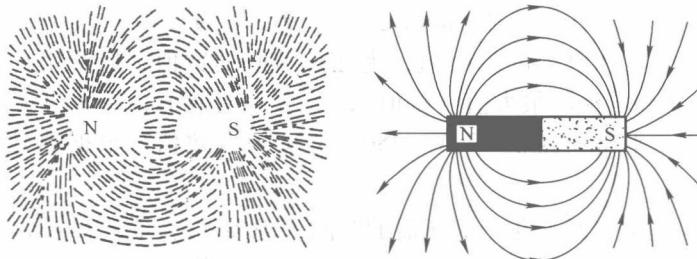

图 1-12 磁力线
3) 磁力线越密表示磁场越强，磁力线越疏，磁场越弱，如图 1-12 所示。